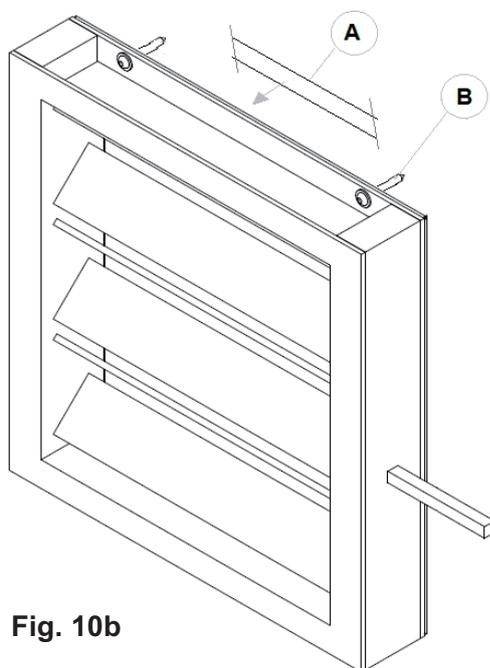

Fig. 10b
- Chaque registre est fourni avec un cadre de raccordement préperçé et avec un kit composé d'un joint adhésif périphérique (A) et de vis autoperçantes (B) comme indiqué à la **fig. 10b**.